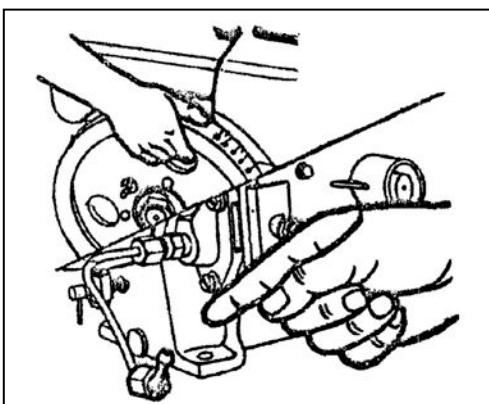

Рис. 10
- (1) Аккуратно поворачивайте маховик в рабочем направлении вращения до тех пор, пока топливо не начнет вытекать из открытого конца топливной магистрали; проверьте, совпадает ли метка на бачке с меткой на краю маховика в пределах 20~24° от верхней мертвоточной точки. В случае несовпадения требуется регулировка (Рис. 10).